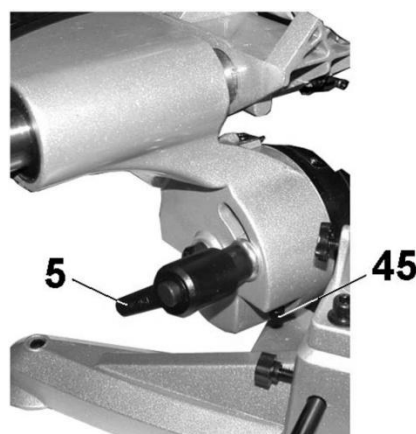

Рис. 6
- Для регулирования положения 45 ослабьте винт фиксации наклона пилы (45), приведите пилу в крайнее левое положение, ослабьте стопорную гайку болта (45) и, используя угомер, вращением болта (45) установите угол 45° пильного диска относительно поворотного стола (17). Затяните стопорную гайку регулировочного болта (45)(См. Рис. 6)